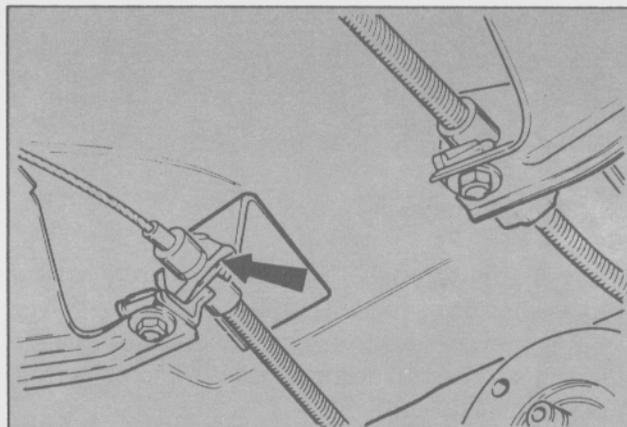

Fig. 6. Sujeción del cable del freno de estacionamiento
- Retirar el cable del freno de estacionamiento de los soportes del piso (Fig. 6).